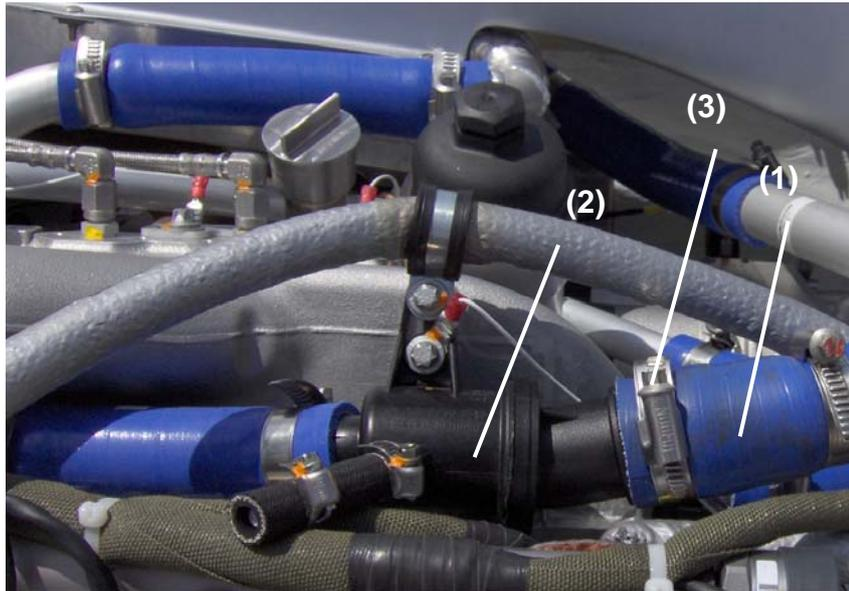

Bild 2/ Figure 2
- Den neuen Silikonschlauch (P/N 54.81.46.010) an den Thermostat anschließen und mit einer Schelle (Ø25-40) befestigen. Siehe Bild 2.
- *Connect the new silicone hose (P/N 54.81.46.010) to the thermostat. Attach it with a clamp Ø25-40. See Figure 2.*